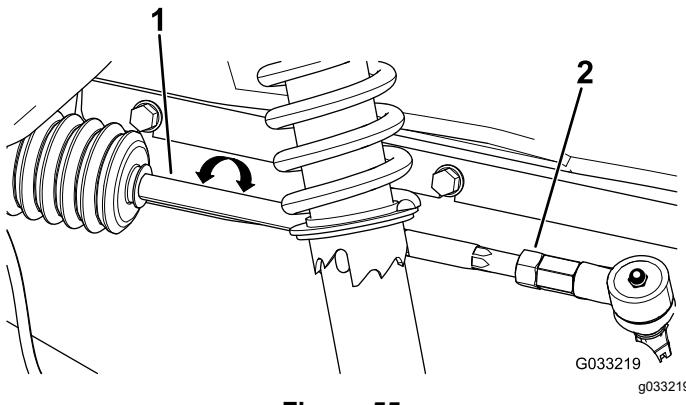

Figura 55
2. Se a medição obtida não se situar entre 0 e 6 mm, desaperte as porcas de retenção nas extremidades das barras (Figura 55).